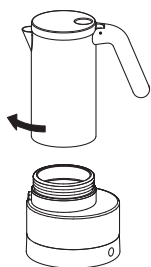

Fig. 6
- Vissez le récipient supérieur sur la chaudière en le tournant vers la droite (sens des aiguilles d'une montre), jusqu'à fermeture complète (fig. 6)